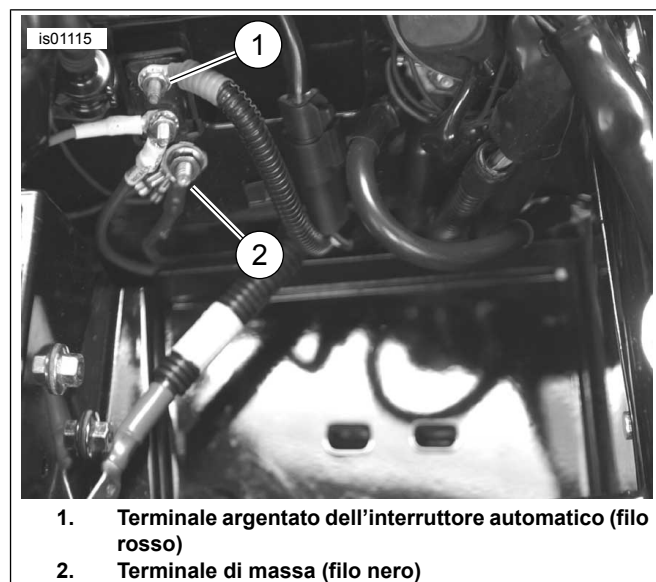

Figura 3. Collegamenti (senza batteria) dei modelli Touring 2003 o precedenti (illustrato il modello FLHTCU 2003)
3. vedere Figura 3. Tagliare il filo nero sul cablaggio del ricevitore satellitare in modo da raggiungere facilmente il prigioniero di massa (2) che si trova sotto l'interruttore automatico nel pozzetto della batteria sotto la sella.